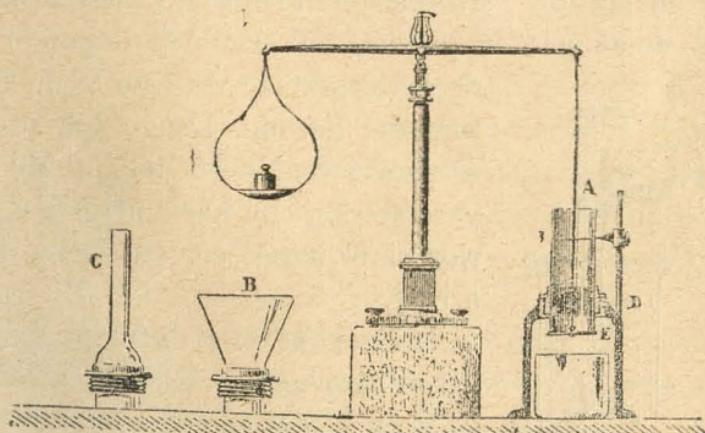

Fig. 19.—Aparato de Masson.
**5. Aparato de Masson.**—En este aparato (fig. 19) se atornillan en *D* sucesivamente los tres vasos *A*, *B* y *C* cuyas formas y volúmenes son muy diferentes, pero cuya abertura inferior es la misma.